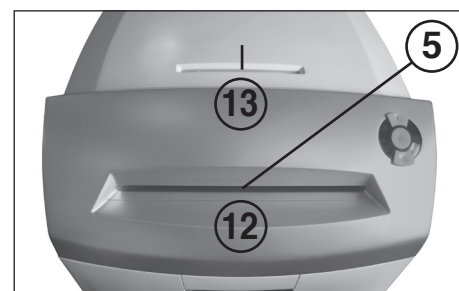

Fig. 3
#### 5 = Fotocelle (fremoverkjøring) (fig. 3)
### 12 = Innmatingstrakt for papir (fig. 3)
### 13 = Sikkerhets-innmatingstrakt (fig. 3)
Tilfør skjæreverket **papir** gjennom innmatingstrakten for papiret (12) (fig. 3).
Tilfør skjæreverket **databærere** (CD, DVD eller kredittkort) enkeltvis gjennom den separat plasserte sikkerhets-innmatingstrakten (13) (fig. 3).